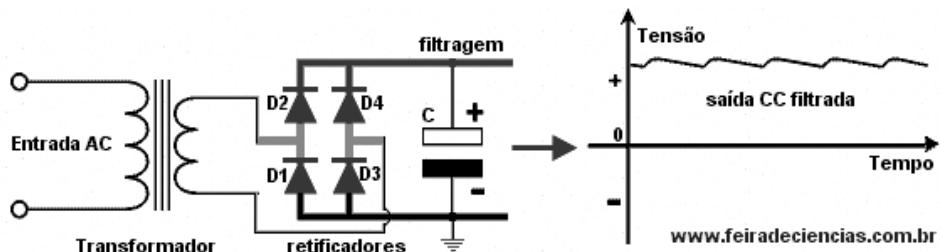

Figura 5 – Questão 7 - Fonte: [http://ivairsouza.com/circuitos\\_retificadores.html](http://ivairsouza.com/circuitos_retificadores.html).
**Questão 7** – Aos terminais (+) e (-) do circuito retificador da Figura 5 é conectado um resistor R.